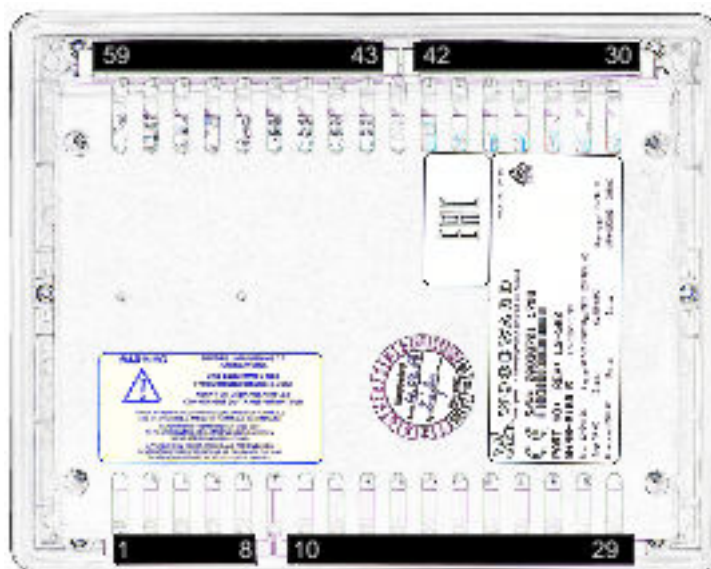

Abb. 18: Kunststoffgehäuse (Rückansicht)
- Kunststoffgehäuse - dargestellt in Abb. 18